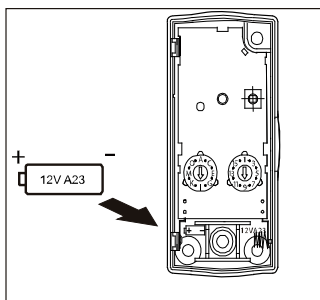

Fig. 6
4. Plaats een batterij van 12 volt (A23) met de juiste polariteit, om beschadiging van deurbelknop 23-570 te voorkomen. Fig. 6.